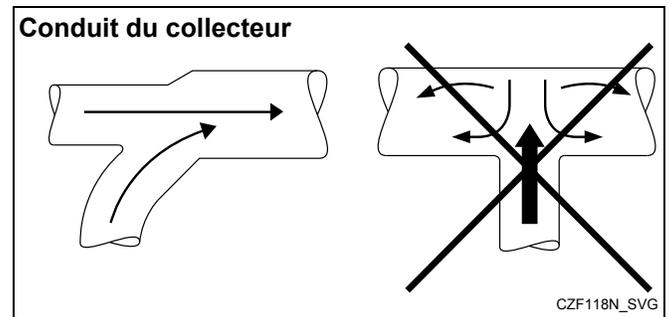

Figure 14
- Le conduit du collecteur doit être correctement orienté, voir *Figure 14*. Chacun des conduits de la repasseuse doit entrer dans le conduit du collecteur à un angle de 45° et être orienté dans le sens du débit.
**REMARQUE : Le conduit de la repasseuse et le conduit du collecteur ne doivent jamais être reliés à 90°. Voir Figure 14. La pression de retour serait alors excessive et les performances en seraient affectées. Ne branchez jamais directement deux conduits d'évacuation de repasseuse ensemble au même point d'entrée du conduit du collecteur.**